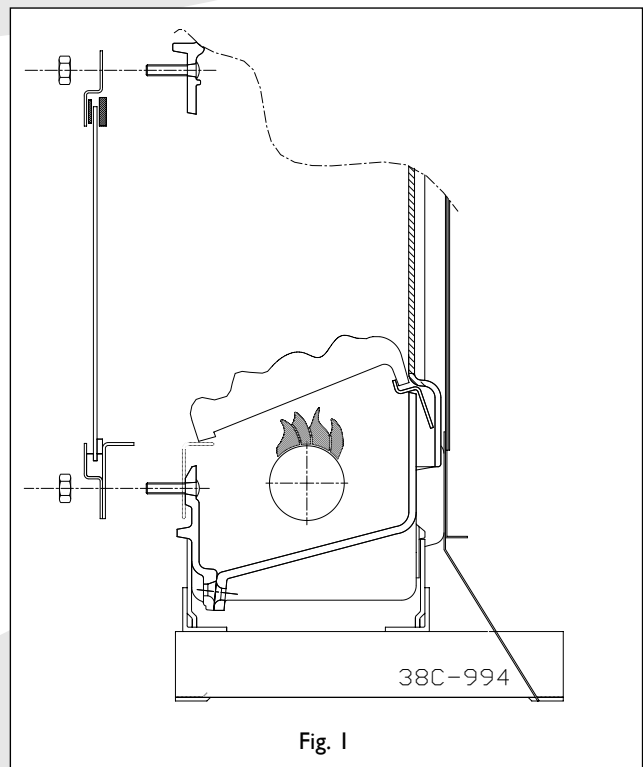

Fig. 1
- placez soigneusement les nouveaux charbons sur le support dans la chambre de combustion (fig.1)